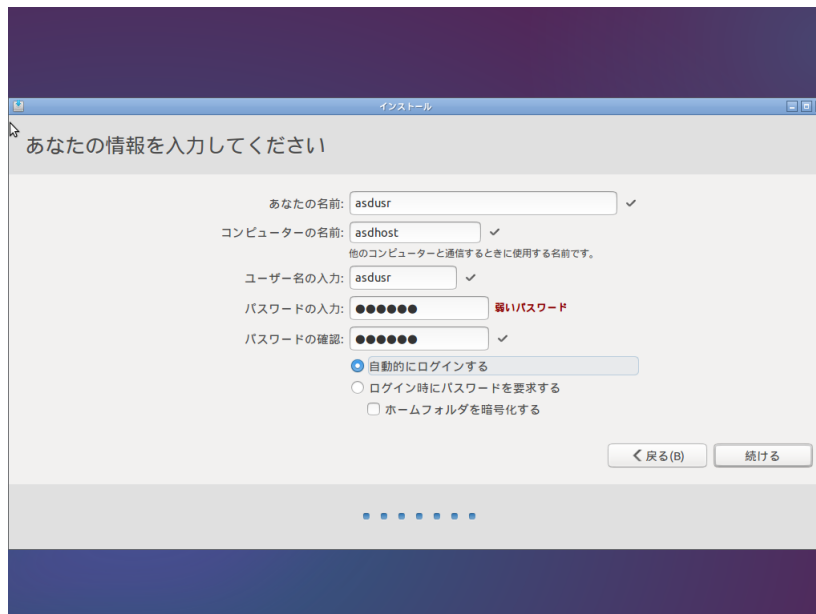

図 3-5-1-8. ユーザ設定画面
- ⑩ 正常にインストールが完了することで、図 3-5-1-9 のような画面が表示されます。